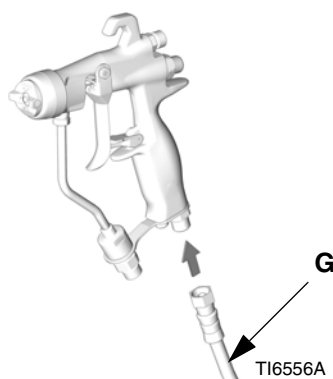

FIG. 2
2. Installeer een reduceerventiel (C) in de luchtleiding naar het pistool om de luchtdruk voor het pistool te regelen.
3. Installeer een luchtafsluiter (B) op de luchtleiding van het pistool en op die van de pomp om de lucht naar het pistool af te sluiten.
5. Sluit de luchtslang (G) aan op de 1/4 npsm luchtinlaat van het pistool. Zie FIG. 2.